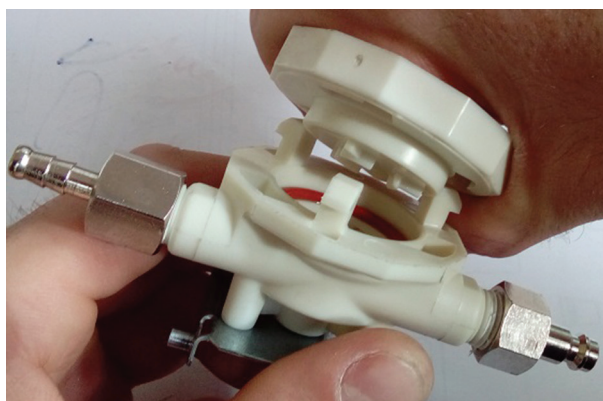
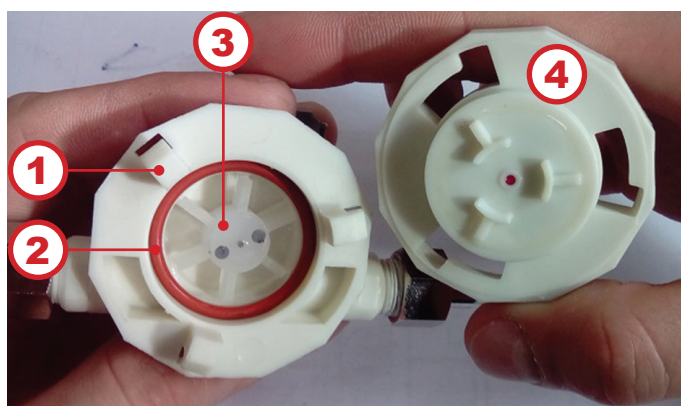

Рисунок 11.9
Рисунок 11.10
6. Поверните крышку расходомера до упора и отнимите от корпуса (см.рис.11.9 и рис.11.10).
7. Прочистите внутренние части расходомера (см.рис.11.10)